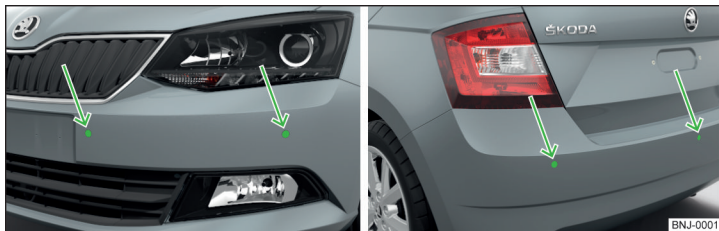

Fig. 127 Posizione di montaggio dei sensori sul lato sinistro del veicolo: anteriore/posteriore
- Mantenere i sensori del sistema » **fig. 127 a pag. 106** puliti, privi di neve e ghiaccio e non coprirli con oggetti, altrimenti si può limitare il funzionamento del sistema.
Il sistema rileva, con l'ausilio di sensori a ultrasuoni, la distanza di un ostacolo dal paraurti. I sensori a ultrasuoni si trovano, a seconda dell'allestimento del veicolo, nel paraurti posteriore e anche in quello anteriore » **fig. 127**.